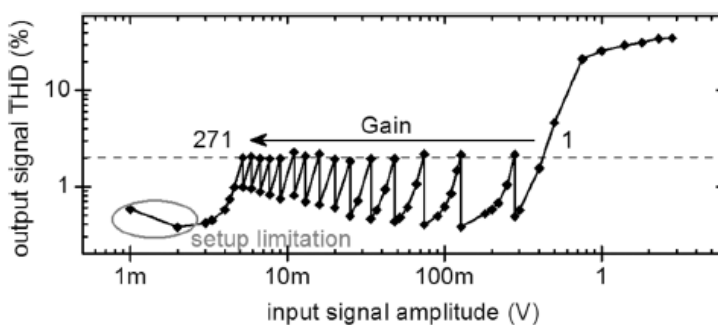

Abbildung 7: Linearität des DDA
- Linearität: $THD_{\%} < 2\%$ (siehe Abbildung 7)